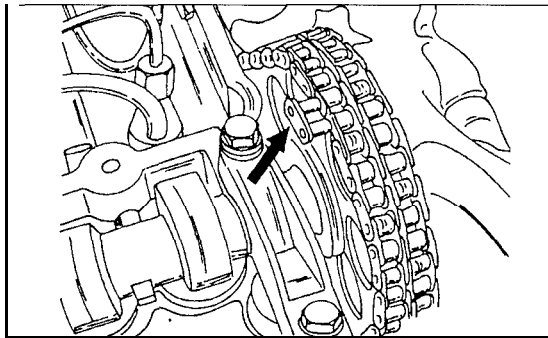

Bild 154
- Die alte Kette von der neuen Kette trennen und das Kettenschloss von der Innenseite nach aussen einsetzen, wie es in Bild 154 gezeigt ist. Das Schloss mit den neuen Sicherungsscheiben von vorn sichern. Dabei die Kette vorübergehend mit einem Stück Draht am Nockenwellenkettensrad festbinden (auf